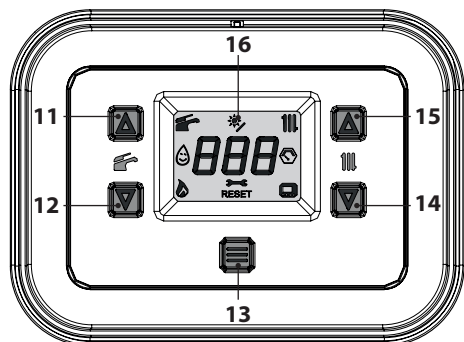
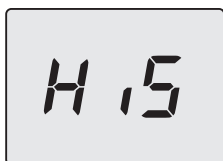
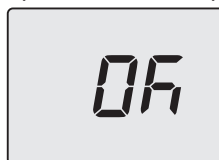

Figura 5.44
Figura 5.45
Figura 5.52
- Entrare in "modalità programmazione" premendo contemporaneamente per 5 secondi i tasti 12 e 14 (Figura 5.44) fino a far apparire sul display LCD le lettere **HiS** che indicano il menu "Storico delle caldaia" (Figura 5.45).
- Premere per 1 sec. il tasto 13 (Figura 5.44) per entrare nel parametro selezionato. Il display visualizzerà quanto segue (Figura 5.48).
- Premendo il tasto 13 (Figura 5.44) si ottiene la conferma del valore inserito. Il display visualizzerà per 5 sec. quanto segue (Figura 5.49) poi, si porterà al livello superiore.
- Premendo contemporaneamente i tasti 12 e 14 (Figura 5.44) si esce senza modificare il valore (ritorno al livello precedente).
- tenere premuti contemporaneamente i tasti 12 e 14 per 5 sec. (Figura 5.44) (ritorno al livello precedente).
- Premere per 1 sec. il tasto 13 (Figura 5.44) per entrare nel parametro selezionato. Il display visualizzerà quanto segue (Figura 5.51).
- Premendo il tasto 13 (Figura 5.44) si ottiene la conferma del valore inserito. Il display visualizzerà per 5 sec. quanto segue (Figura 5.52) poi, si porterà al livello superiore.